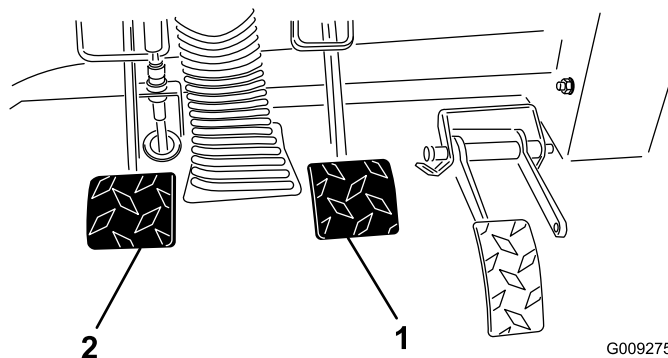

Bild 65
2. Heben Sie das Bremspedal an (Bild 65), bis es den Rahmen berührt.